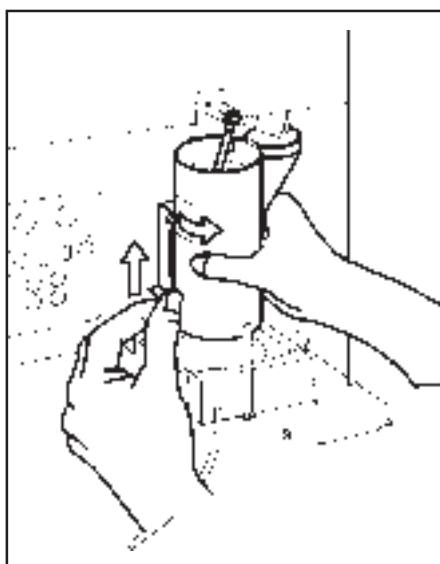

Fig.12: Het demonteren van de cilinder
3. Duw de verende borgplaat links achter de cilinder (zie fig. 12) naar boven.